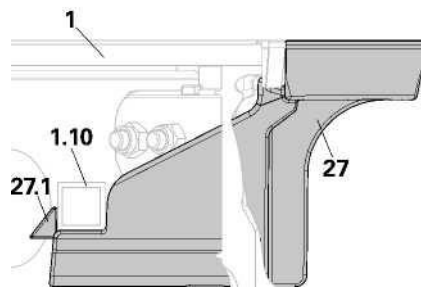

Fig. A2.33
2. Assegurar que a mola triangular (27.1) está travada no tubo quadrado (1.10) do painel (1). (Fig. A2.33)